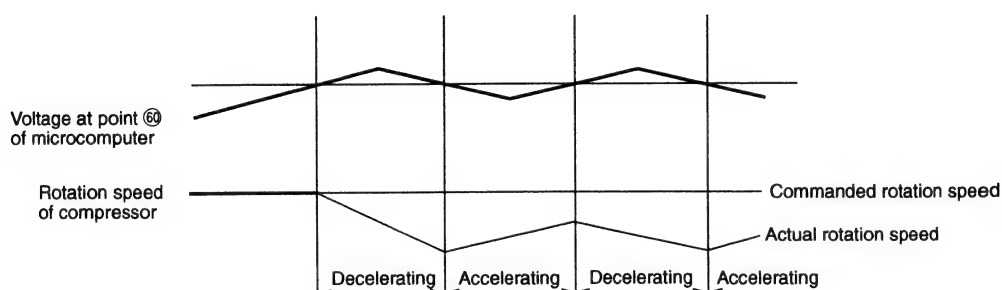

Fig. 8-4
- La tension produite par le courant circulant dans le shunt R est équilibrée par R245 et C220 puis appliquée à la broche ⑤ de IC4. Ensuite, la valeur de la tension amplifiée est appliquée à la broche ⑥ du microprocesseur à des fins de comparaison avec les données internes de la mémoire EEPROM. Lorsque les valeurs correspondent, le microprocesseur se commute en mode de contrôle de surcharge.
- Fig. 8-4 représente la régulation de vitesse de rotation. Lorsque la valeur à la broche ⑥ du microprocesseur dépasse la valeur calée, la vitesse de rotation du compresseur diminue afin de réduire la charge quelle que soit la vitesse de rotation commandée à partir de l'unité intérieure.